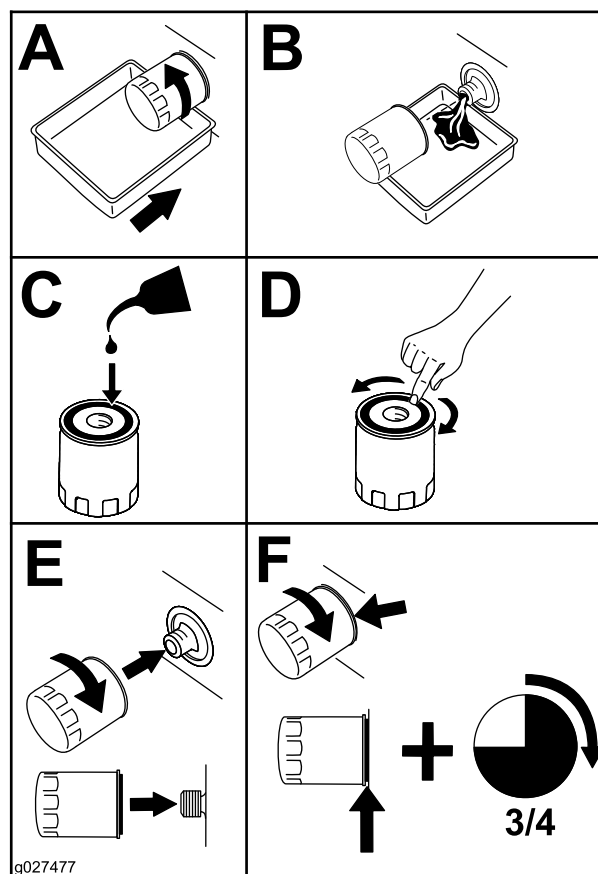

Figura 54
2. Cambie el filtro de aceite del motor (Figura 54).